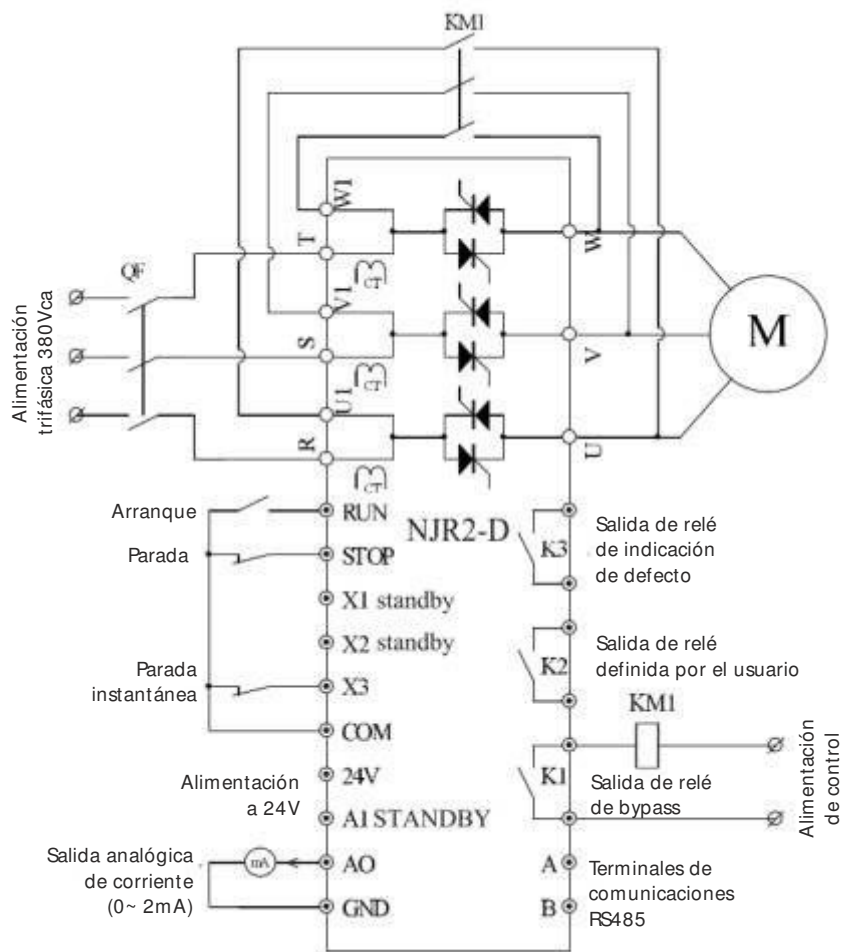

Fig.2.6 Esquema de conexiones
(1) Cuando se conecta el motor a través de un contactor de bypass externo, el cableado de las entradas U1, V1 y W1 deben corresponderse exactamente con las salidas U, V, W (ver la Fig.2.6). Si el cableado no es correcto se cortocircuitará la alimentación en el momento en que se conecte el arrancador con la consiguiente avería del circuito completo.